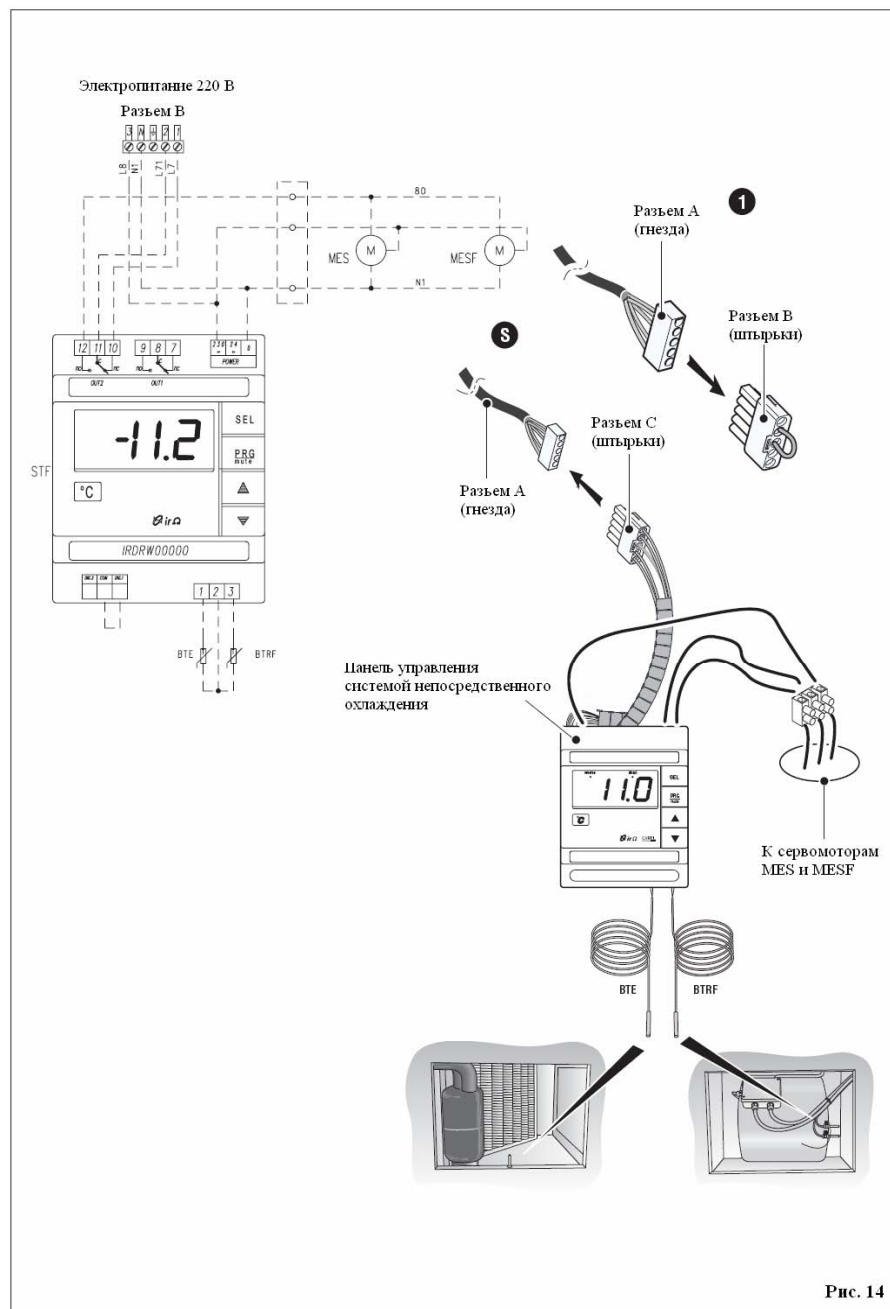

Рис. 14
- Отключите кабель В от разъема А (см. электрическую схему Рис. 14).